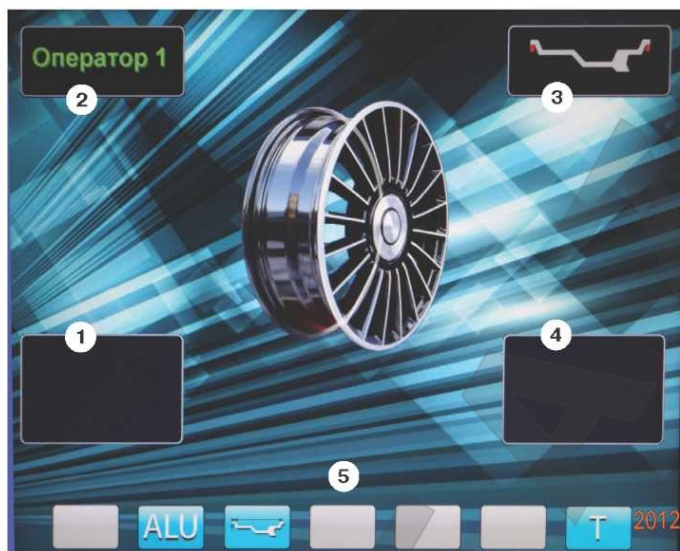

рис.8.2.
8.3. После включения питания СБ на экране монитора отображается фирменная заставка, которая через несколько секунд сменяется отображением экрана основного рабочего режима (рис. 8.2).
Для выбора схем расположения грузов в программах ALU1-ALU5 необходимо, находясь в режиме основного рабочего экрана, нажать кнопку «ALU», при этом открывается окно схем установки грузов, отмеченных номерами рис.11.3. Если после введения размеров колеса установился экран ввода геометрических параметров, необходимо перейти в экран основного рабочего режима нажатием кнопки «STOP». Для выбора нужной схемы нажмите кнопку верхнего ряда клавиатуры с соответствующим номером. Выбранная схема установки грузов отображается в окне 3 экрана основного рабочего режима (рис. 8.2).